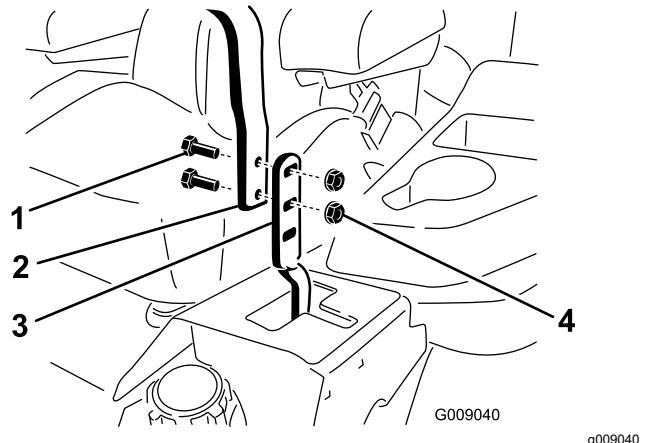

Bild 58
2. Lösen Sie die Schrauben und Bundmuttern, mit denen die Griffe am den Hebeln befestigt sind (Bild 58).